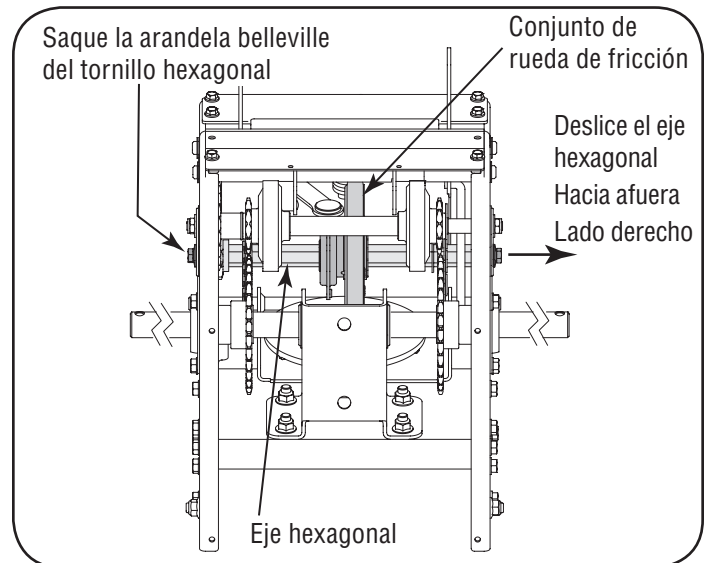

Figura 30
4. Con una llave de 3/4" sostenga el eje hexagonal y retire el tornillo hexagonal y la arandela belleville y el cojinete del lado izquierdo del marco. Consulte la Figura 30.